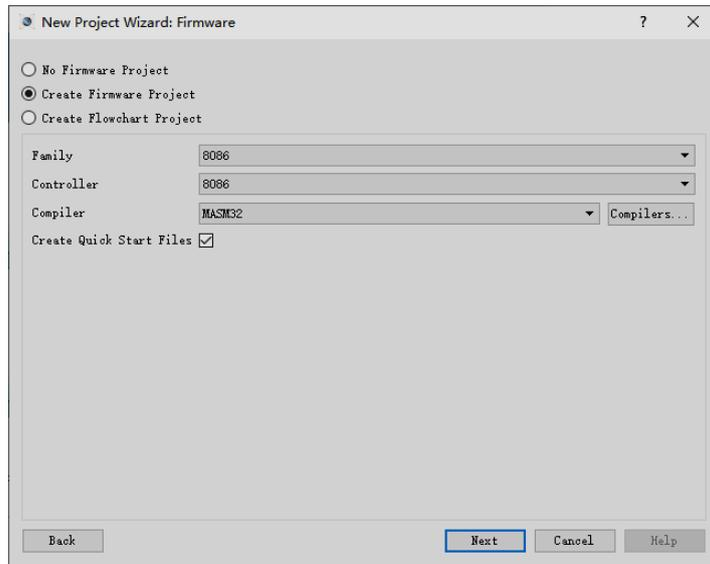

图 1-4 新建工程“New Project Wizard:Firmware”页面
(4) PCB 模板设置完成，点击“Next”按钮，进入“New Project Wizard:PCB Firmware”页面，如图 1-4 所示。选择固件工程，选择好需要的控制器 Controller：纯软件仿真选 8086，软硬件仿真（即同时使用配套实验箱时）选 USB8086。选择编译器 Compiler：本课程实验全部选择 MASM32。